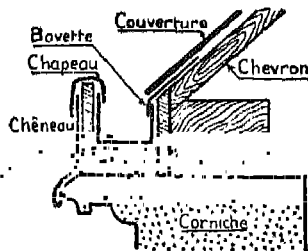

Fig. 4. — Chéneau. Voyez avec quel soin il est installé pour éviter toute infiltration d'eau dans le mur. Chéneau, bavettes, chapeau sont en zinc.
Des chéneaux2 (fig. 4) courent à la base de chaque toit pour recueillir l'eau de pluie et la conduire dans un caniveau qui l'évacue loin de la maison. On les
b) Sur les arbalétriers, reposent les pannes, qui sont horizontales ; on distingue les pannes proprement dites, la panne faîtière, au faite de la maison, la panne sablière qui repose sur la corniche (fig. 4).